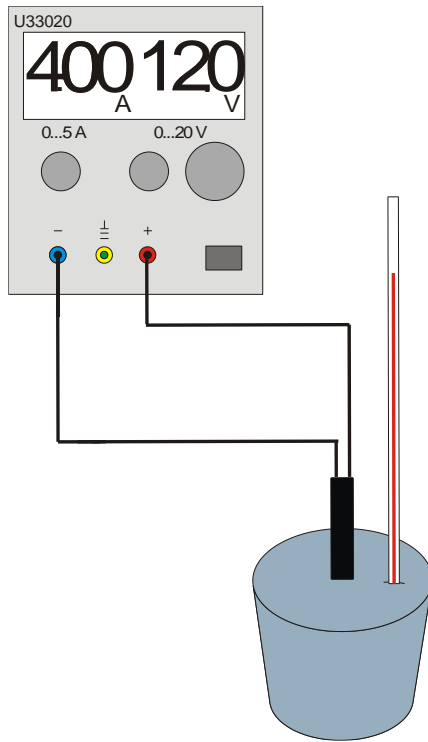

Fig. 1 Montaje de experimentación
- Se realiza el circuito según la Fig. 1.